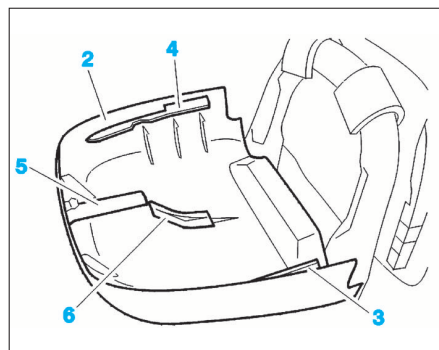

FIG. 50
- Appuyer vers l'intérieur, sur la partie centrale de la garniture de l'appui-tête (2) (Fig.50).
- Soulever au maximum la garniture (2).
- Dégager de son logement la partie (3) puis la partie (4).
- Appuyer et dégager la languette (5) vers l'extérieur.
- Abaisser la garniture (2).
- Dégager la languette (6) vers l'extérieur.
- Déposer la garniture (2).